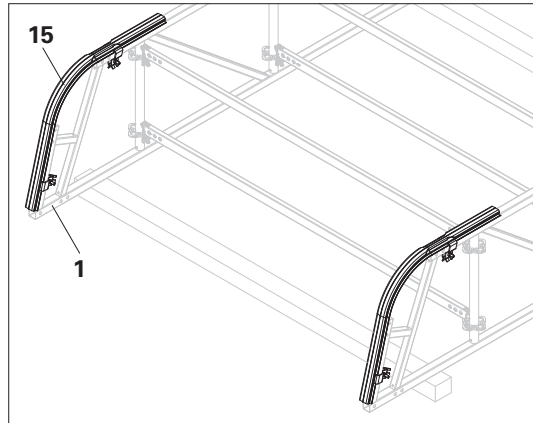

Fig. A2.01
1. Posizionare la guida gronda (**15**) sul tubo Keder e sulla corda superiore di un elemento gronda (**1**). (Fig. A2.01)